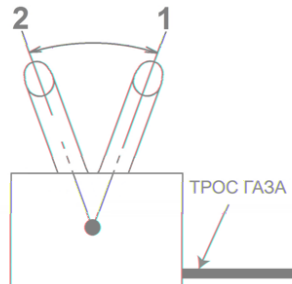

Рис. 12 Положения рычага газа
3. Переведите рычаг газа 7 (Рис. 1) на 1/3 хода в сторону положения максимальных оборотов двигателя (Рис. 12).
1. Переведите двигатель в режим холостого хода, для этого переведите рычаг газа в положение 2 холостых оборотов двигателя (Рис. 12) и дайте двигателю поработать примерно 1 минуту.
- Переведите рычаг газа в положение 1 максимальных оборотов двигателя (Рис. 12).